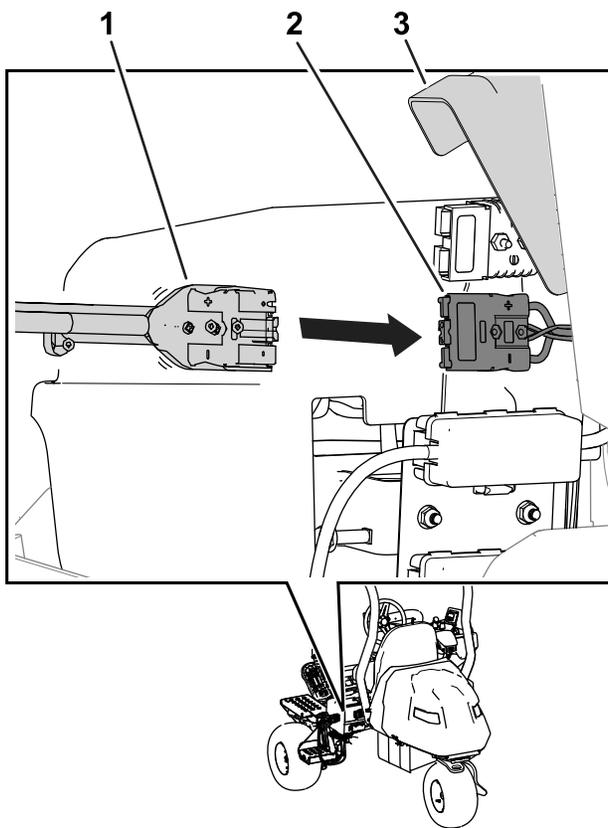

図 33
7. コネクタカバーを持ち上げ、充電器の出力コネクタを機械の充電コネクタに接続する (図 33)。